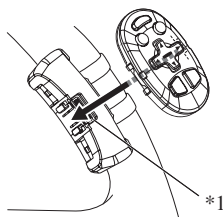

Abb. 18
5. Setzen Sie die Fernbedienung in den Halter ein. (Abb. 18)